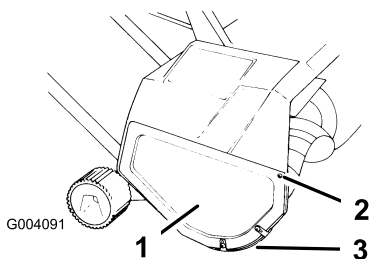

Figure 13
1. Retirez les 3 vis qui fixent le capot droit et le patin au châssis de la déneigeuse (Figure 13).